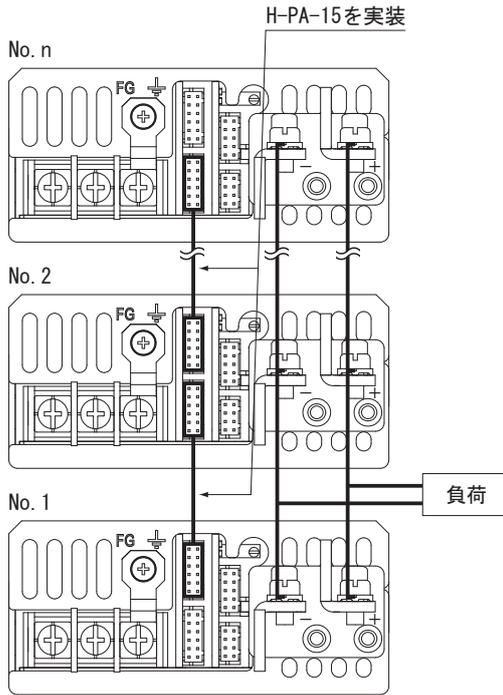

図3.3 並列運転時の接続 (PCA300F, PCA600Fの例)
- (1) 定電流外部可変機能を使った定電流動作はできません。
- 図3.3の配線をする事によって、並列運転が可能です。